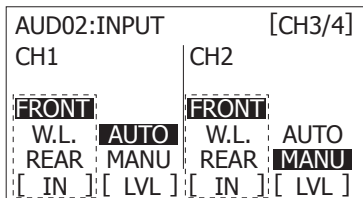

図 4
- 4 記録する音声チャンネルに応じて、SmartUI の [AUD02:INPUT] 画面で入力信号を [FRONT] に切り替える。（図 4）